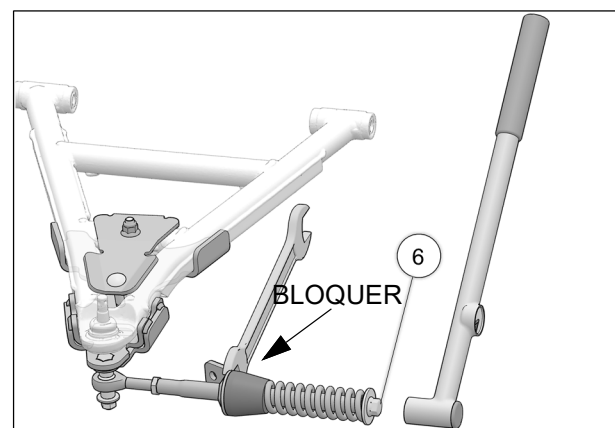

Fig. 19
11. Vérifier que le boulon du ressort (**6**) est serré au couple recommandé: 75 Nm [55 lb•pi]. Assurez-vous de bloquer en position, l'écrou devant l'amortisseur en caoutchouc. Voir Fig. 19